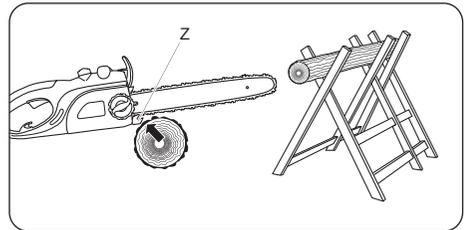

рис. 2
При поперечном пилении зубчатый упор (Z) должен устанавливаться на отпиливаемое бревно. (рис. 2)